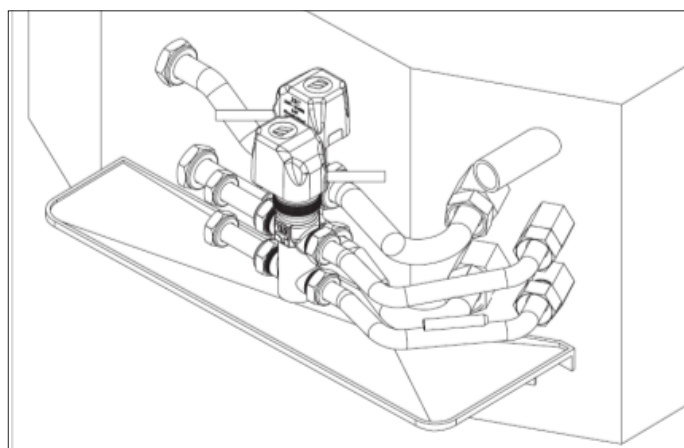

Fig.2
2. Posicionar la cubeta auxiliar como se indica en la Fig.2, introduciendo el canal auxiliar en el respectivo orificio. Efectuar la fijación con los tornillos suministrados.